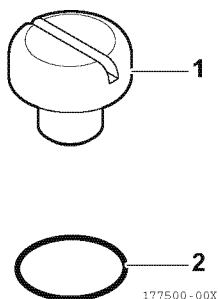

Abbildung 24
15. Den neuen O-Ring (2, **Abbildung 24**) am Stopfen (1, **Abbildung 24**) anbringen.